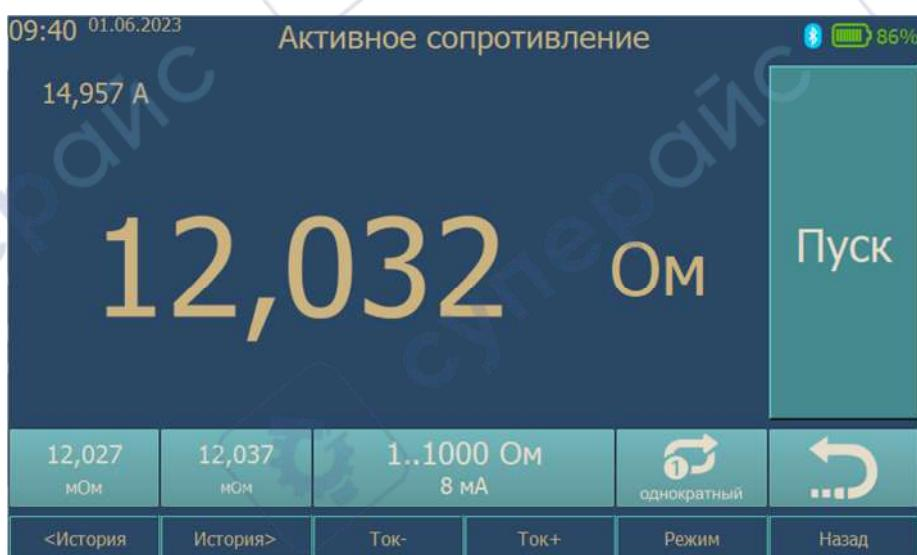

Рис. 4. Режим измерения сопротивления
2.4.1. При выборе одного из вариантов измерения сопротивления основная рабочая область экрана переключается в соответствующий режим. Внешний вид экрана в режиме измерения сопротивления представлен на рис. 4.